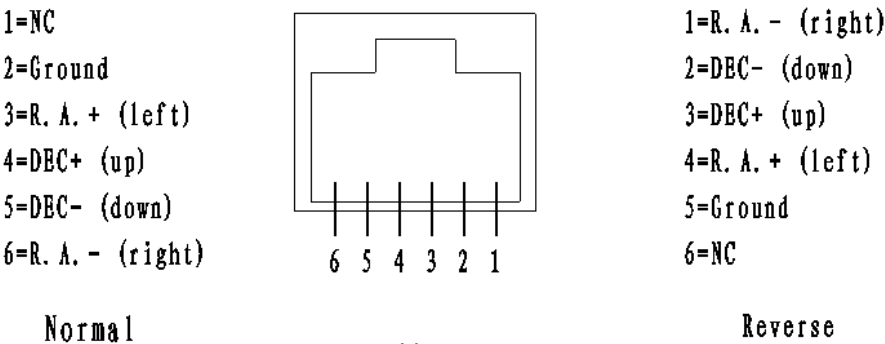

图13
iEQ45-GTN 赤道仪带可反向的自动导星接口 Guide 端口，位于赤经座上方。该端口带保护功能可以直接与 ST-4 等各种导星外设相连接，即使 RJ-11 六芯接头接反也不会损坏赤道仪和导星外设（图 13）。只需在“MENU”中的“Auto guide”项选择反向（Reverse）即可。
7. 自动导星 在自动导星前要尽量校准极轴，按“MENU”键进入菜单，选择“Auto Guide”并进入。根据需要选择适当的叠加导星速度，叠加导星速度可在 0.10x-1.00x 范围之间任意设定。对 ST-4 导星接口，市面上导星电缆有两种，一种是交叉的（图 13），需要反接。iEQ45-GTN 赤道仪自动导星接口带反向功能，当电缆是反向时只需选择“Reverse”即可。